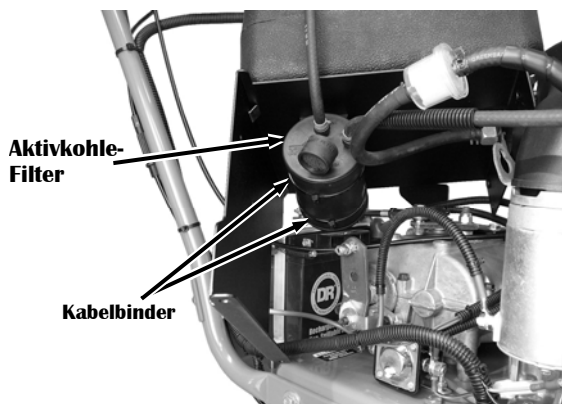

Abbildung 40
4. Stellen Sie den Kraftstofftank und die Halterung zur Seite, um Zugriff auf den Aktivkohle-Filter zu haben (**Abbildung 40**).